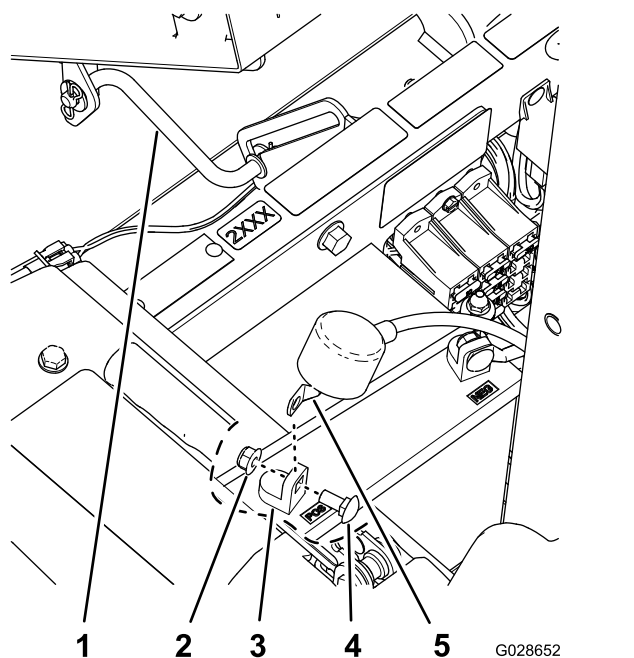

Figura 28
1. Inclinate il sedile dell'operatore in avanti e fissatelo con l'asta di supporto (Figura 28).
2. Rimuovete il dado di bloccaggio flangiato, il bullone a testa tonda e il cavo positivo della batteria dalla batteria (Figura 28).
3. Collegate il cavo positivo della batteria alla batteria (Figura 28).
4. Abbassate il sedile dell'operatore (Figura 28).